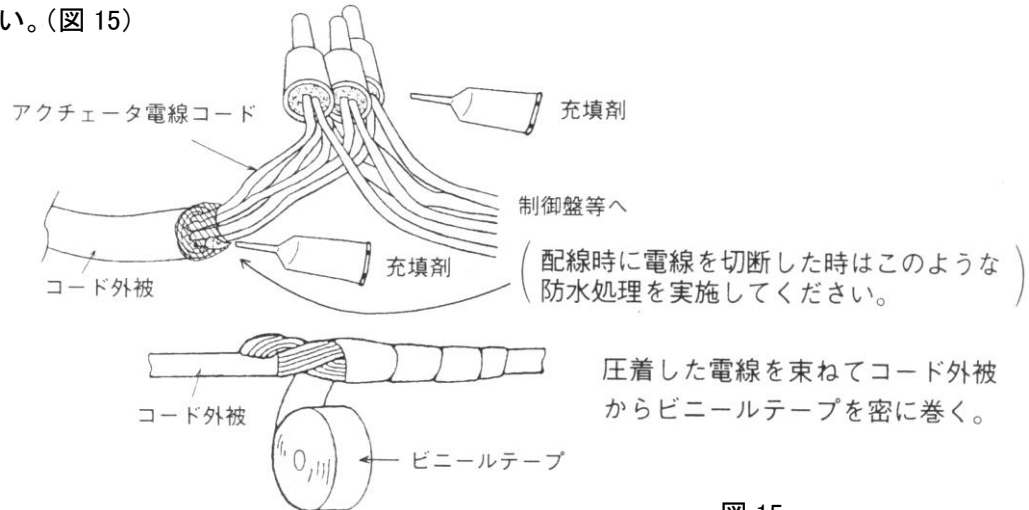

図 15
- 配線コードとコード内の電線には若干の隙間があり、コード接続部や末端の防水処理が不完全ですと、毛細管現象でアクチュエータ内に水分が浸入して、内部腐食により作動不良を発生させる場合があります。コード接続部・末端部の防水処理を確実に行ってください。(図 15)